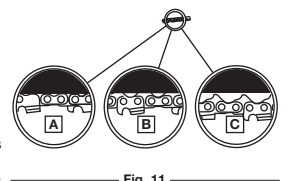

Fig. 11
**REMARQUE:** La tension d'une chaîne neuve doit être contrôlée fréquemment pendant son rodage, après aussi peu que cinq coupes. Les intervalles entre réglages s'espaceront rapidement (Fig. 11).
**MISE EN GARDE:** Si une chaîne est trop tendue ou trop lâche, le guide-chaîne et les roulements de vilebrequin s'useront plus rapidement. Étudier la Figure 11 pour tout renseignement concernant la tension appropriée pour moteur chaud (A) ou froid (B), et comme guide indiquant quand la chaîne a besoin d'être ajustée (C).